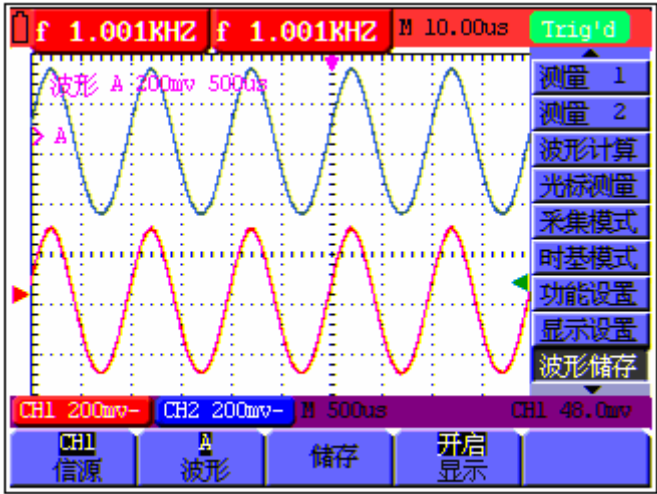

图49：波形储存
- 6. 按 **F4** 键，选择地址A为开启，储存在地址A中的波形就显示在屏幕中，波形显示的颜色是蓝色，同时以紫色信息显示波形的零点位置、电压档位和水平时基。见图 49：